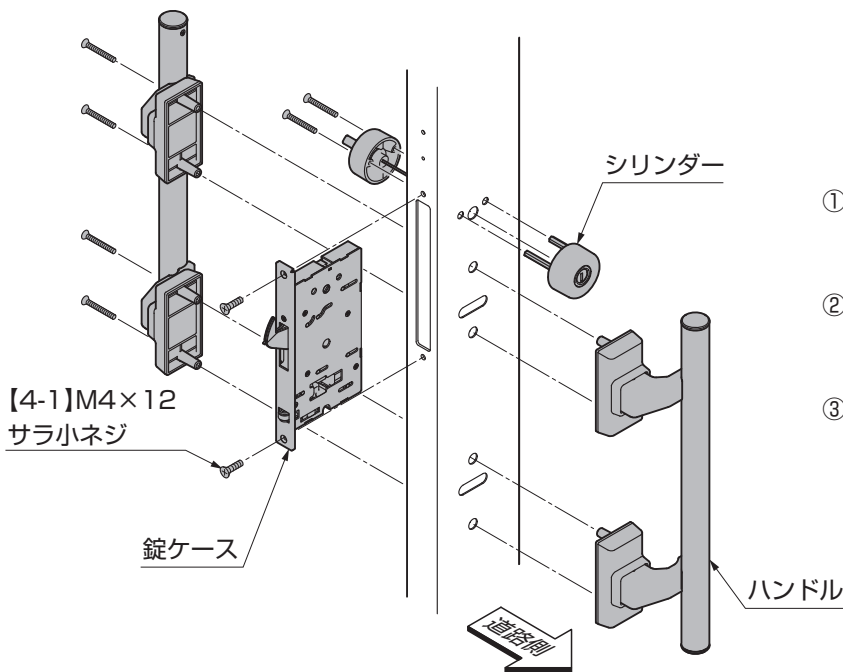

図5-3
- ①ハンドルとシリンダーに組付いているネジを外してください。
- ②錠ケースを挿入し、外したネジを使ってハンドルとシリンダーを固定してください。
- ③錠ケースを【4-1】で固定してください。(図5-3参照)